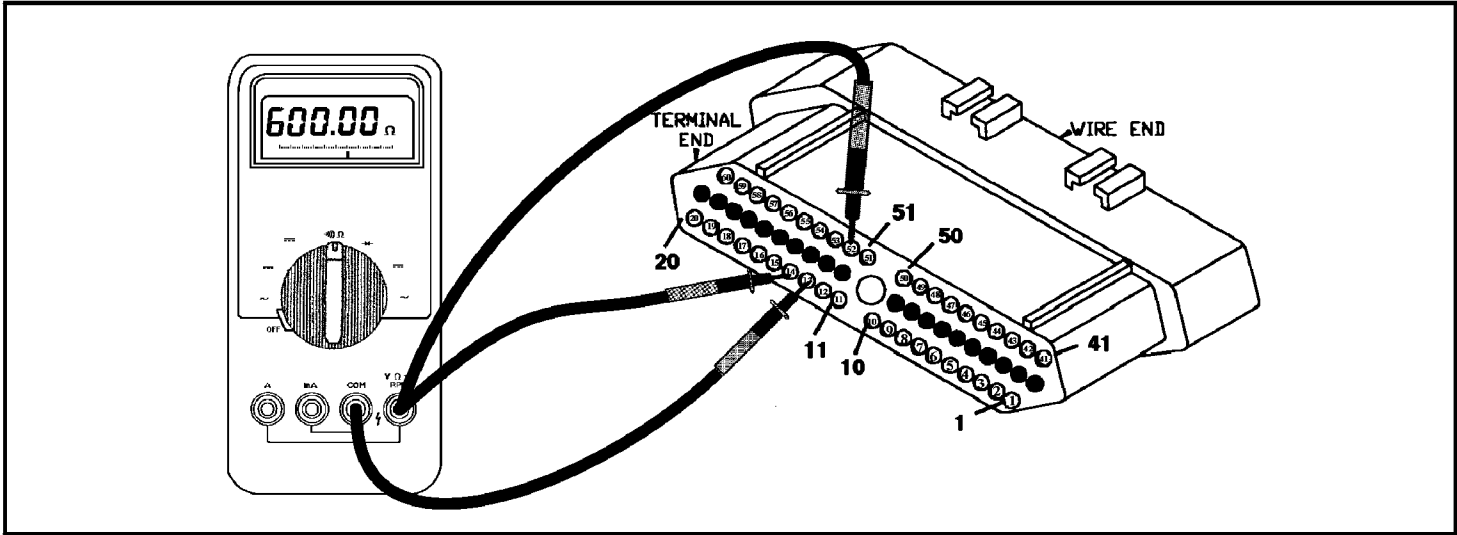

Figura 60
- Con la ignición apagada, desenchufe el TCM. Ahora coloque el cable negativo de su ohmiómetro al terminal 13. Coloque el cable positivo al terminal 52 para medir la resistencia del sensor de RPM de turbina y al terminal 14 para hacer lo propio al sensor de RPM del eje de salida. Ambos sensores deben medir alrededor de 500 a 600 ohms (Vea la figura 60). *Nota: La especificación en los manuales de fábrica es de 300 a 1200 ohms. La experiencia obtenida por ATSG nos indica que esa especificación abarca demasiado, sin embargo, si uno de los sensores tiene una resistencia de 1200 ohms el otro sensor deberá medir mas o menos lo mismo de lo contrario debe ser considerado malo.* Reemplaze los sensores de ser necesario.